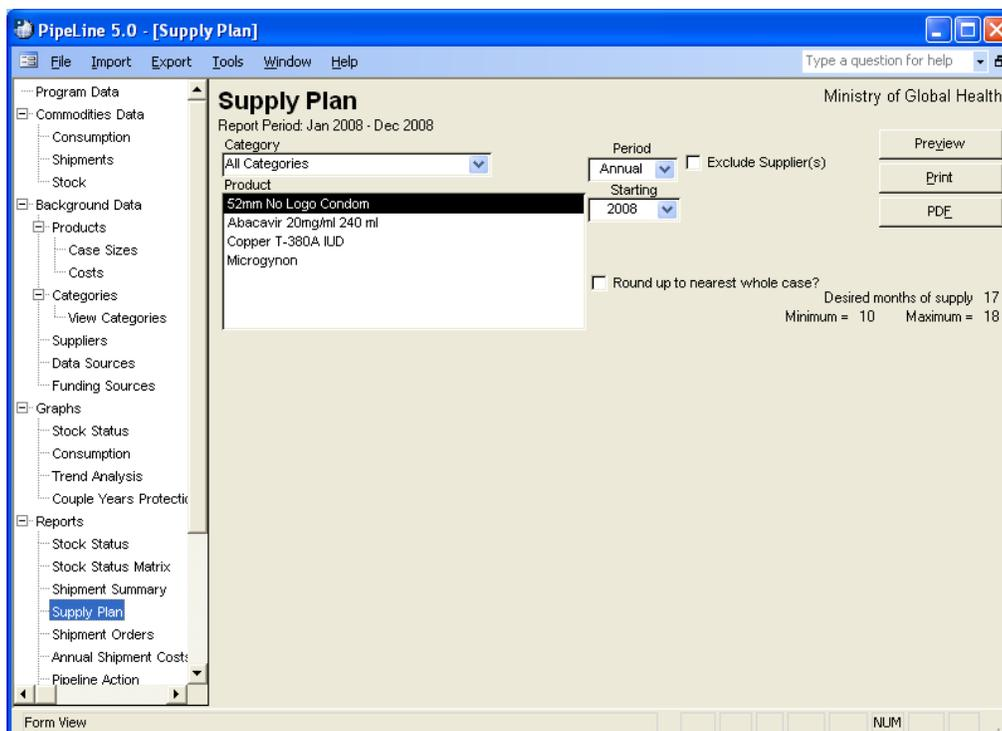

Figura 28—Pantalla de Plan de Abastecimiento
1. Haga clic en la opción de la Plan de Abastecimiento de la Vista de Árbol (en informes), para mostrar la pantalla Plan de Abastecimiento (vea la Figura 28).